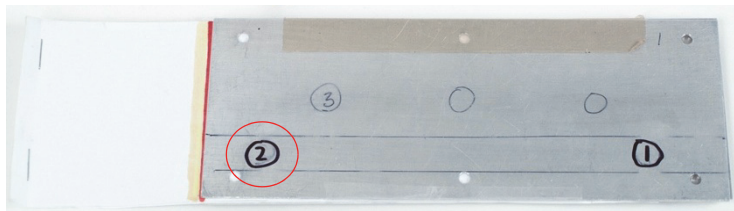

図 5-101 標準試験片の位置 2
7. 位置 2 にプローブを置き (201 ページの図 5-101 を参照)、フリーズキーを押します ()。